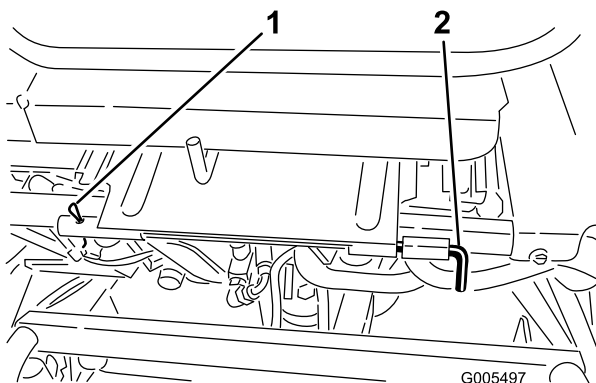

Figura 36
3. Baje el asiento y retire el pasador que fija la varilla de pivote del asiento al bastidor (Figura 36).